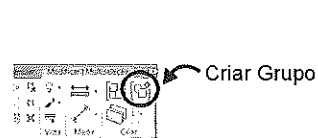

Figura A.81 – Seleção de Criar Grupo.
9. Com todos os objetos selecionados, na aba **Modificar | Multisseleção** acione o ícone de **Grupos**, como mostra a Figura A.81. Dê o nome de **Pavimento Tipo** ao grupo.